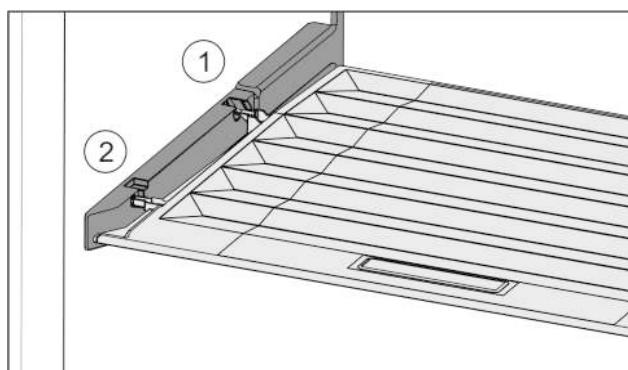

*Fig. 32*
- Потянуть крышку до отверстия в поддерживающих деталях вперед *Fig. 32* (1).
- Поднять сзади снизу и извлечь *Fig. 32* (2) движением верх.